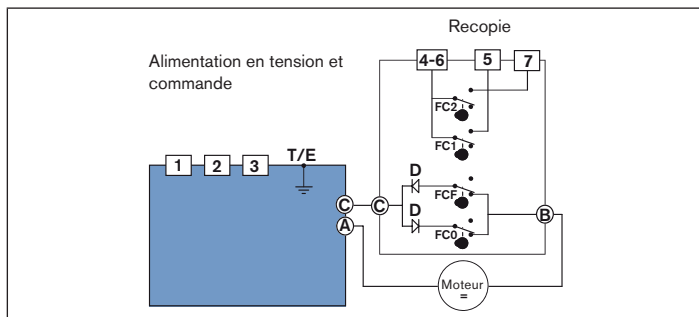

Fig. 16 : Câblage interne de l'actionneur électrique
- Raccordez le câble au bornier (pos. 12, « Fig. 1 » et « Fig. 2 ») selon le schéma (« Fig. 16 »).